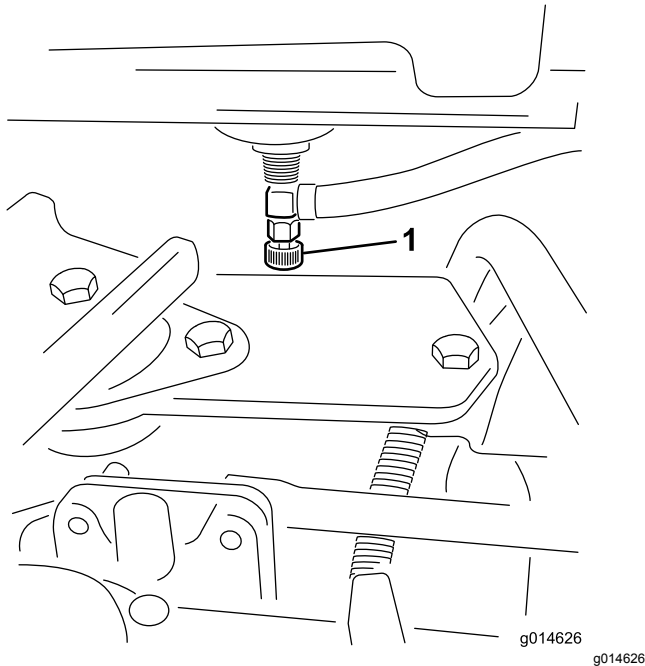

Figure 33
1. Fermez le robinet d'arrivée de carburant (Figure 33) situé au-dessous du réservoir de carburant.